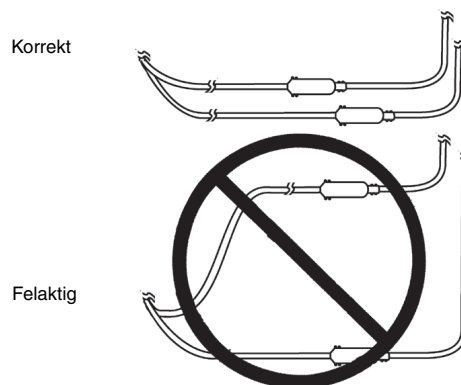

Fig 3. Väg för två elektroder-förlängningskablar (eller två elektroder)
- När två elektroder är implanterade, ska elektrod-förlängningskablarnas väg ledas så att avståndet blir minsta möjliga mellan dem (Fig. 3). Om elektrod-förlängningskablarna dras i en ring och patienten utsätts för vissa elektromagnetiska störningskällor (t.ex. stölddetektorer) kan patienten uppleva en tillfällig stimuleringsökning som vissa patienter beskriver som obehaglig stimulering ("stötår" eller "chocker").